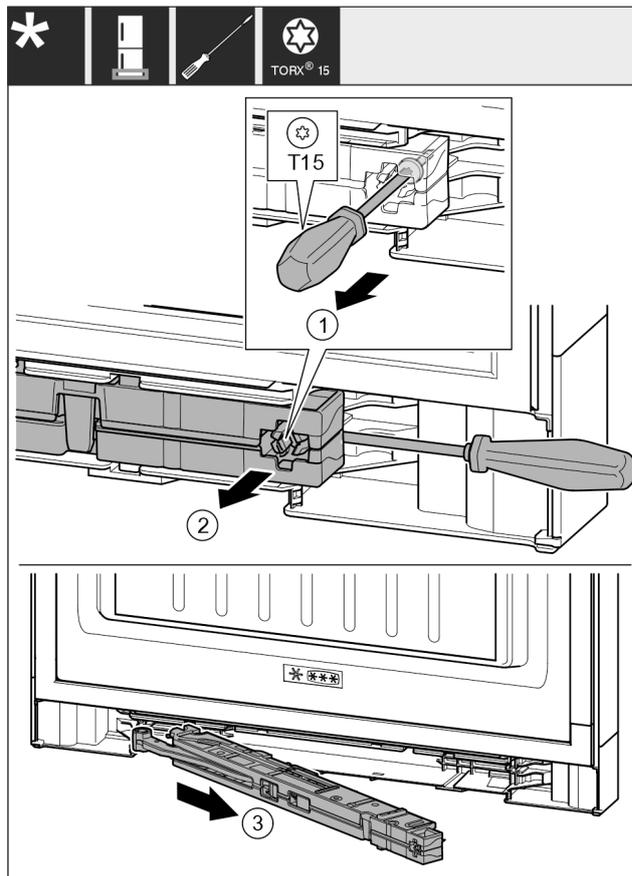

Fig. 18
- ▶ Ослабьте винт Fig. 18 (1) на узле амортизатора закрывания двери с помощью отвертки на 14 мм.
- ▶ При помощи отвертки отведите узел амортизатора закрывания двери Fig. 18 (2) со стороны ручки вперед.
- ▶ Извлеките узел амортизатора закрывания двери Fig. 18 (3).